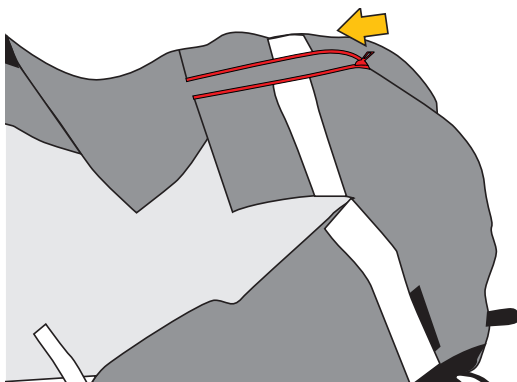

Fig.28
- chiudere la cerniera del telo partendo dai piedi del paziente (fig. 28),